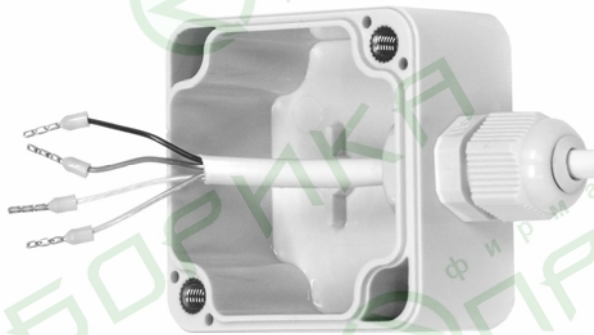

Рис.6. Корпус преобразователя интерфейса с кабелем.
- в) ослабив фиксирующее кольцо гермоввода, продеть в него кабель с предварительно зачищенными концами (рис.6);